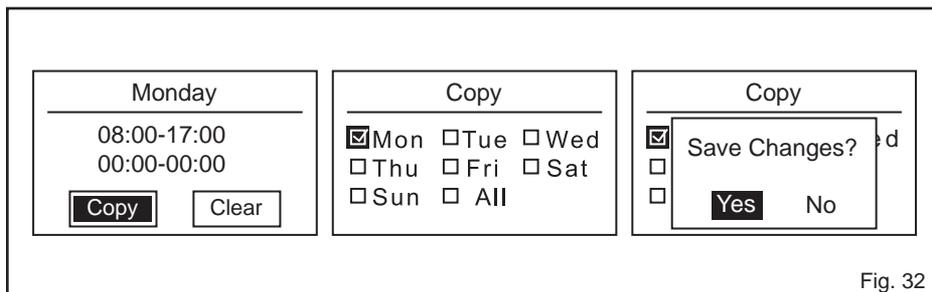

Fig. 32
- Gire el dial para seleccionar Copiar y, a continuación, pulse el dial para entrar en la página Copiar (Fig. 32).
- Pulse el botón Atrás, seleccione Sí y pulse el dial para confirmar los cambios (Fig. 32).